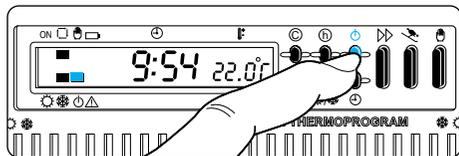

Fig. 35
13.1 - Premere il pulsante  (fig. 35).